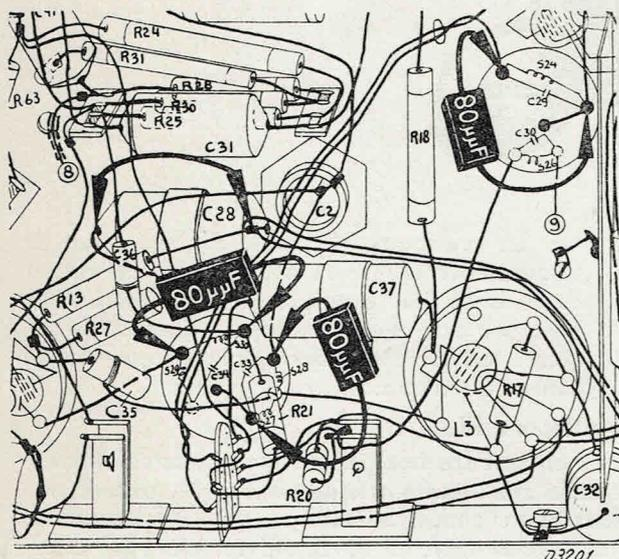
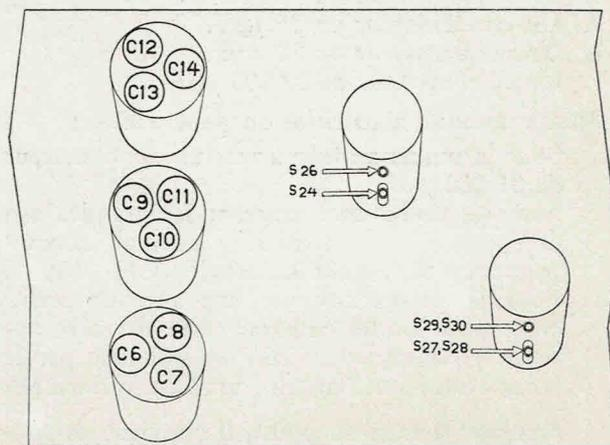

Fig. 2
Fig. 4
2. Fixer le régulateur du volume sonore sur la position maximum. Débrancher le réglage automatique du volume sonore en court-circuitant C28 (voir figure 2).
5. Désaccorder le troisième circuit moyenne fréquence au moyen d'un condensateur de $80 \mu\text{F}$ en parallèle avec S27 + S28 et mettre au point les bobines S29, S30 du quatrième circuit moyenne-fréquence. (Figure 4.)
6. Désaccorder le quatrième circuit moyenne fréquence à l'aide d'un condensateur de $80 \mu\text{F}$ en parallèle avec S30 (figure 2) et mettre au point les bobines S27, S28 du troisième circuit moyenne fréquence (figure 4).
7. Désaccorder le premier circuit moyenne fréquence à l'aide d'un condensateur de $80 \mu\text{F}$ en parallèle avec S24 et mettre au point la bobine S26 du deuxième circuit moyenne fréquence (figure 4).
8. Désaccorder le deuxième circuit moyenne fréquence à l'aide d'un condensateur de $80 \mu\text{F}$ entre la grille de commande de L3 (sommets) et le châssis et mettre au point la bobine S24 du premier circuit moyenne fréquence (fig. 4)
8. Court-circuiter l'oscillateur en montant un petit conducteur en parallèle avec C5 (Figure 4.)
7. Court-circuiter l'oscillateur en montant un petit conducteur en parallèle avec C5 (fig. 4.)